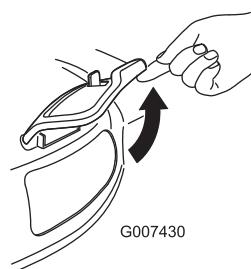

Bild 34
- Öffnen Sie die Seitauswurfklappe (Bild 34).